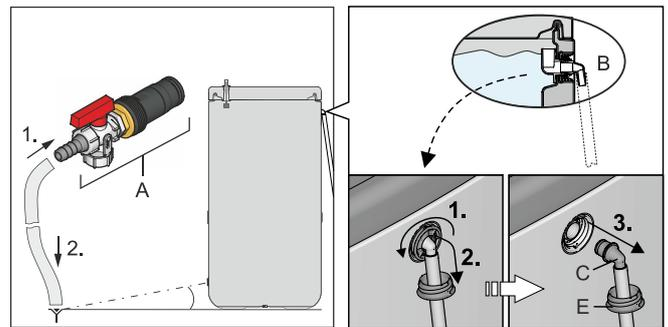
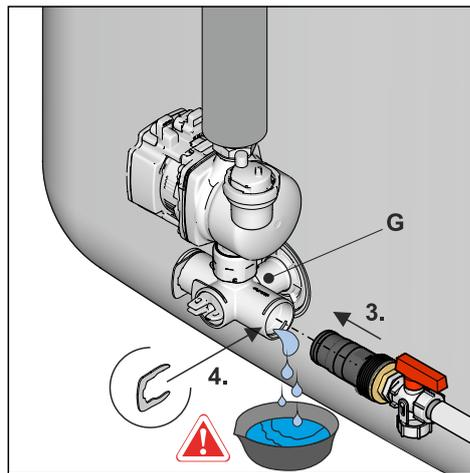

Bild 9-1 Ablaufschlauch montieren; Optional: Anschlussstück vom Sicherheitsüberlauf demontieren
Bild 9-6 KFE-Befüllanschluss in Anschlusswinkel montieren
- 2 Ablaufschlauch an den **KFE-Befüllanschluss (Zubehör KFE BA)** (Bild 9-1, Pos A) anschließen und zu einer mindestens bodentiefen Ablaufstelle verlegen.
Ist kein **KFE-Befüllanschluss** verfügbar, kann alternativ das Anschlussstück (Bild 9-1, Pos. C) vom Sicherheitsüberlauf (Pos. B) demontiert und verwendet werden.
Tab. 9-1 Legende zu Bild 9-1 bis Bild 9-6
- 1 Ventileinsatz am Anschlusswinkel so einstellen, dass der Weg zum Blindstopfen abgesperrt ist (Bild 9-6).
- 2 Geeignete Auffangwanne unterstellen und Blindstopfen vom Anschlusswinkel entfernen (Bild 9-6).
- 3 **KFE-Befüllanschluss** in den Anschlusswinkel einstecken und mit Halteklammer sichern (Bild 9-6).